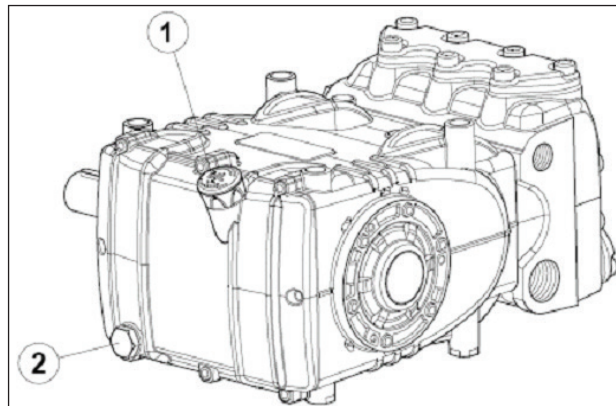

Fig. 3
Controlar el nivel de aceite, si es necesario repostar, desde la varilla de nivel de aceite pos. ①, Fig. 3.
El control correcto del nivel de aceite se realiza con la bomba a temperatura ambiente, el cambio de aceite va realizado con la bomba a temperatura de funcionamiento retirando: la varilla de nivel de aceite pos. ①, y a continuación el tapón pos. ②, Fig. 3.